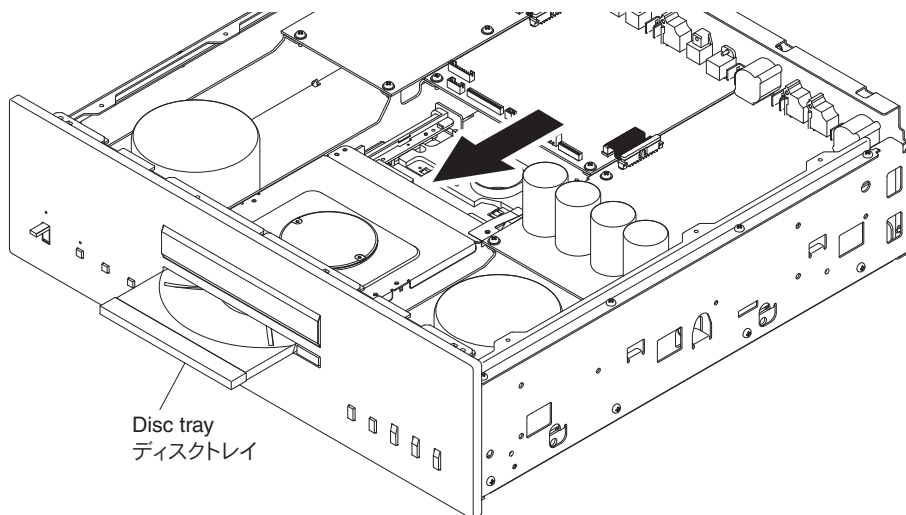

Fig. 3
- Push out the disc tray by pushing its rear. (Fig. 3)
- ディスクトレイの後方を押し、ディスクトレイを押し出します。(Fig. 3)